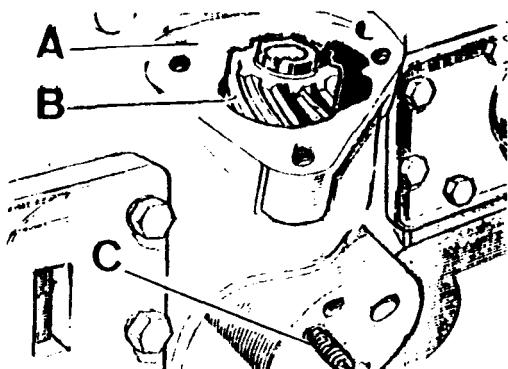

Fig. A3-42 Desmontaje del piñón de mando de la bomba de aceite
- 1.3. Desmontar la tapa situada en la zona de asiento, A (Fig. A3-42).
- 1.4. Desmontar el tornillo, B (Fig. A3-42) que fija el piñón de mando, C, y extraer dicho piñón haciendo uso de unos alicates.
- 2.1. Introducir el piñón, B (Fig. A3-42) en su alojamiento, engranándolo con el piñón del árbol de levas y de forma que el orificio del casquillo del piñón, - se quede alineado con el alojamiento del tornillo, C (Fig. 13-42).
- 2.2. Montar un tornillo prisionero nuevo, C (Fig. A3-42), apretándolo a fondo y -- flojándolo después un cuarto de vuelta.